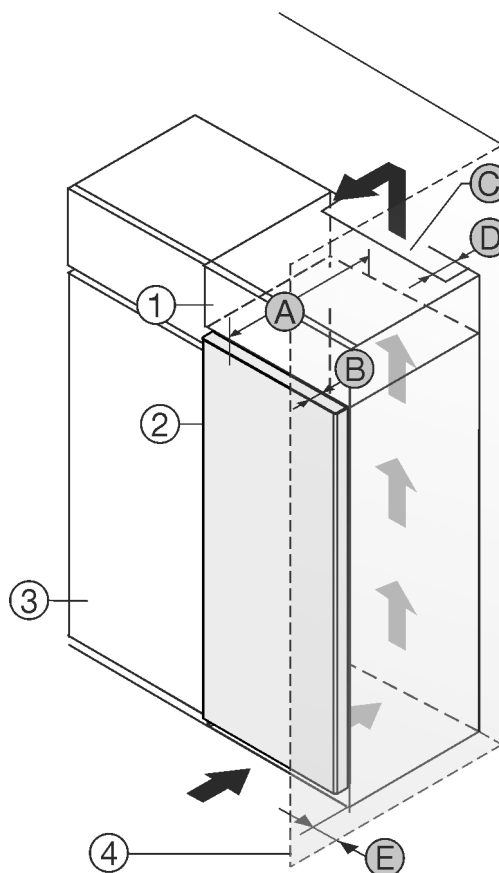

Fig. 1
- (1) Nastavná skříňka \*
- (2) Přístroj \*
- (3) Kuchyňská skříň \*
- (4) Stěna \*
- (5) Hloubka přístroje \*
- (6) Hloubka dvířek \*
- (7) Ventilační průřez \*
- (8) Vzdálenost zadní strany přístroje \*
- (9) Vzdálenost k zadní straně přístroje \*
Můžete přístroj nainstalovat přímo vedle kuchyňské skříňky Fig. 1 (3).\*
Na zadní straně nastavné skříňky musí být větrací šachta hluboká Fig. 1 (7) přes celou šířku nastavné skříňky.\*
Pod stropem místnosti musí být dodržen ventilační průřez Fig. 1 (7).\*
Když přístroj instalujete závěsy vedle stěny Fig. 1 (4), musí být vzdálenost mezi přístrojem a stěnou minimálně 13 mm.\*
Aby bylo možné dvířka plně otevřít, musí přístroj přesahovat o hloubku dvířek Fig. 1 (6) vůči přední linii kuchyňské skříňky. V závislosti na hloubce kuchyňských skříněk Fig. 1 (3) a použití vymezočů odstupů od stěny může přístroj vyčnívat dále.\*